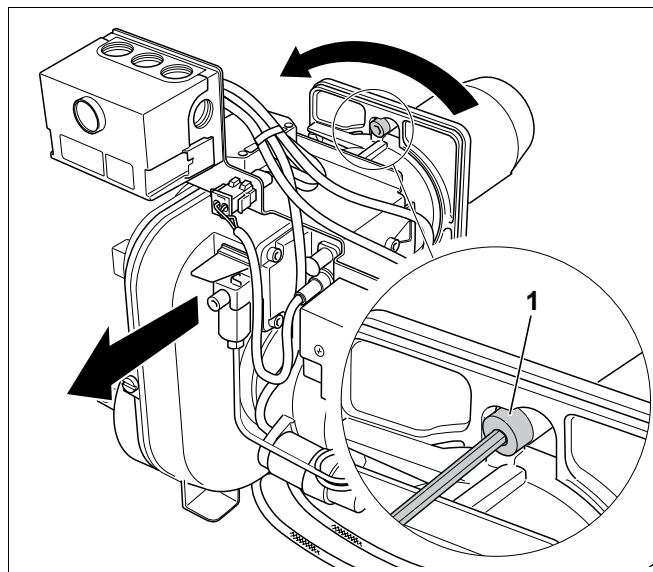

Рис. 14 Демонтаж горелки с монтажной плитой
- Ослабить сервисный винт на пол-оборота ключом для болтов с внутренним шестигранником (SW 4) (рис. 14, поз. 1).
- Повернуть горелку влево и вынуть из трубы горелки (рис. 14).